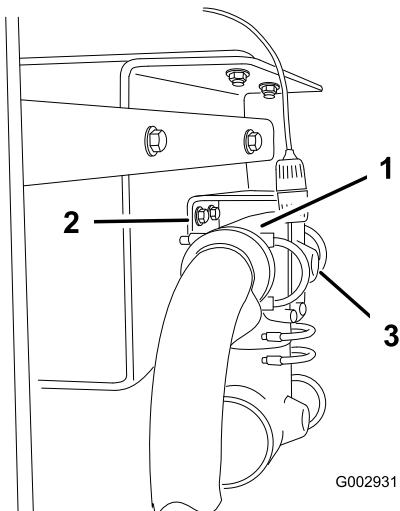

Figure 12
7. Percez un trou (1/4 pouce de diamètre) avec précaution, dans l'orifice au dos du raccord en T (Figure 12).